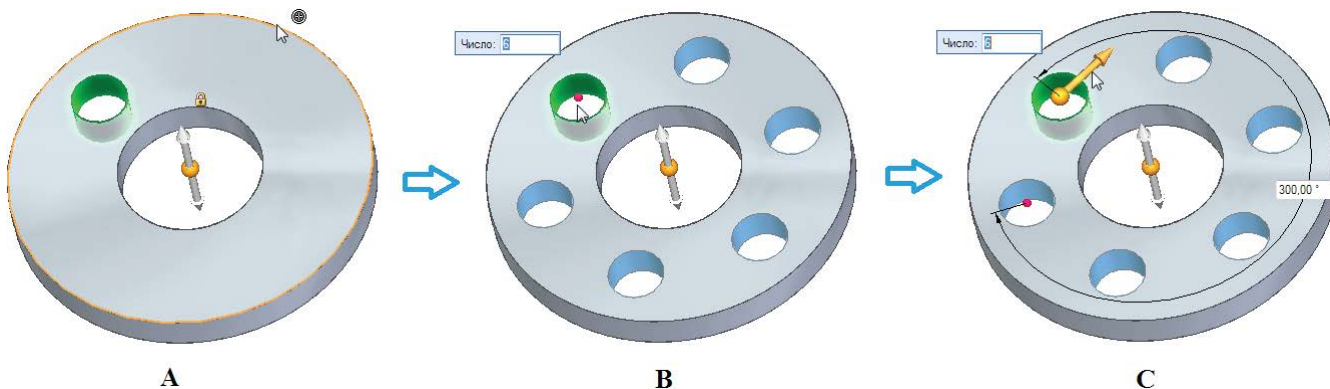

Рис. 2.5.8. Указание данных для построения профиля массива
- ось вращения элементов массива (рис. 2.5.8, А), в процессе задания можно пользоваться характерными точками;